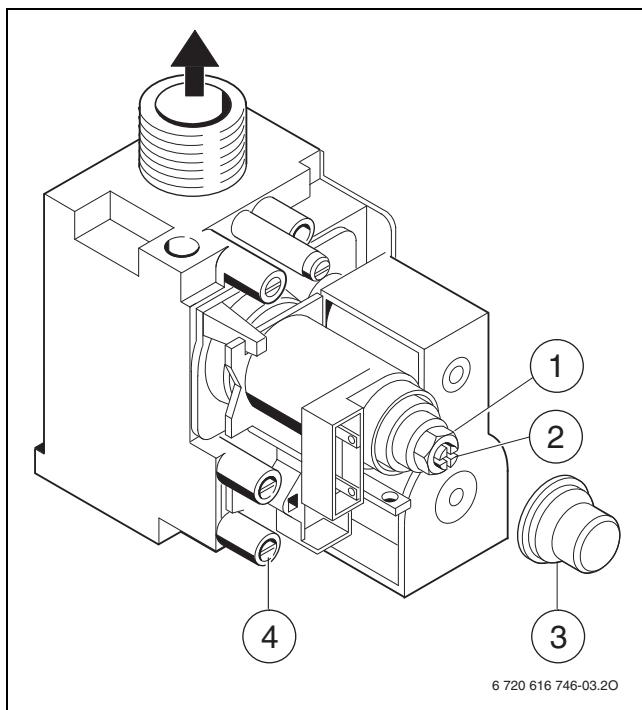

Fig. 24 Válvula del gas
- ▶ Retirar la cubierta de la válvula de gas →fig. 24.
- ▶ La **máxima** presión de inyector indicado (mbar) consta en la tabla en la página 34. Ajustar la presión de inyectores mediante el tornillo de regulación de máxima cantidad de gas (→ fig. 24).
- ▶ La **mínima** presión de inyector indicado (mbar) consta en la tabla en la página 34. Ajustar la presión de inyectores mediante el tornillo de regulación de mínima cantidad de gas (→ fig. 24).
- ▶ Soltar el tornillo estanco de la boquilla de medición para presión de conexión del gas y conectar el manómetro (→fig. 24).
- ▶ El caudal de gas a potencia **máximo** adecuado consta en la tabla en la página 34. Ajustar la presión de inyectores mediante el tornillo de regulación de máxima cantidad de gas (→ fig. 24).
- ▶ El caudal de gas a potencia **mínima** adecuado consta en la tabla en la página 34. Ajustar la presión de inyectores mediante el tornillo de regulación de mínima cantidad de gas (→ fig. 24).